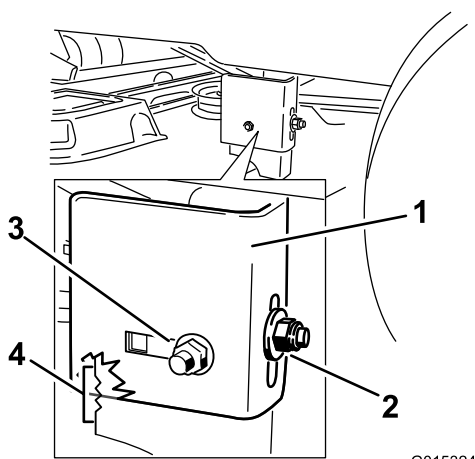

Figura 51
9. Afloje la tuerca de bloqueo trasera de la pletina de suspensión (Figura 51).
10. Afloje la tuerca de bloqueo lateral de la barra de soporte lo suficiente para permitir ajustar la barra (Figura 51).
12. Cuando la plataforma esté en la posición deseada, apriete la tuerca de bloqueo lateral de la barra de soporte para fijar la posición nueva (Figura 51).